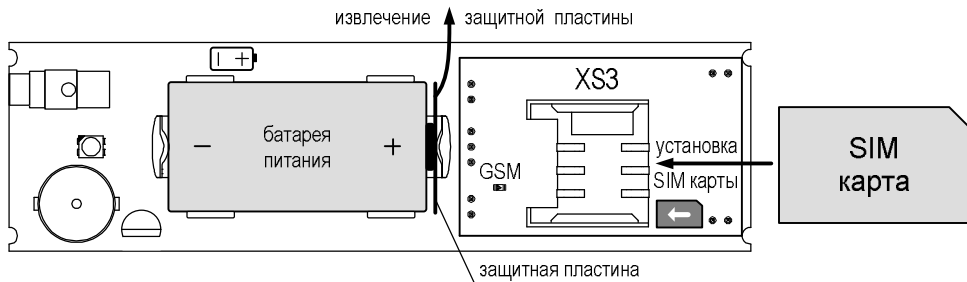

Рис.7 Установка SIM карты, извлечение защитной пластины
Сигнализатор поставляется с установленной батареей питания, изолированной от контакта защитной пластиной (см. рис.7).
2. Убедитесь, что SIM карта установлена в соответствии с рис.7, либо установите SIM карту (если не установлена) – см. рис.7.
3. Включите питание сигнализатора – извлеките защитную пластину из контактов батареи питания (см. рис.7) или установите батарею питания, соблюдая полярность (если она была извлечена).